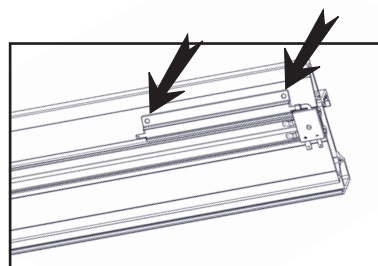

Fig. 2
5. À l'aide de deux (2) vis autotaraudeuses à tête hexagonale, fixer la bande de ralentissement au rail (Fig. 2). NE PAS trop serrer le boulon!